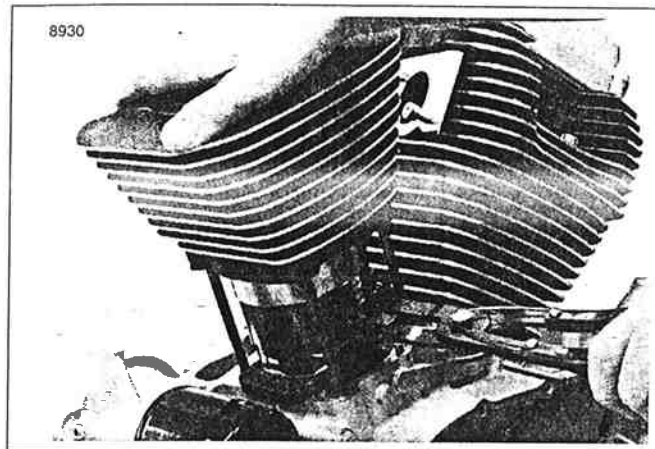

Figura 3-64. Instalación del cilindro sobre el pistón
9. Vea la Figura 3-64. Comprima los anillos del pistón utilizando el COMPRESOR PARA ANILLOS DE PISTÓN (HD-96333-51C).